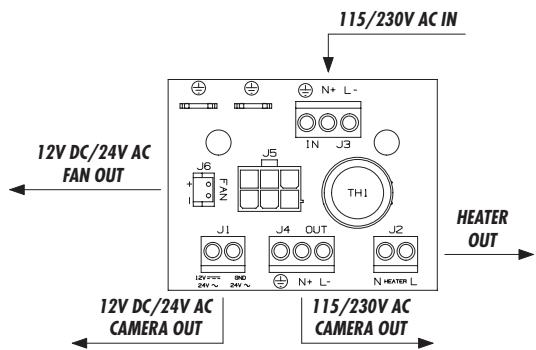

Fig. 6
2. Die elektrischen Anschlüsse für den Betrieb der Kühlanlage an der Klemme J3 vornehmen (Fig. 6).
3. Im Schaltkreis besteht die Möglichkeit, die Speisung für eine Videokamera an der Klemme mit der Bezeichnung J4 abzugreifen (Fig. 6). Man kann auch die Speisung für die als Extra erhältliche Beheizungsanlage abgreifen, die Klemme ist mit J3 gekennzeichnet (Fig. 6). Siehe hierzu den Abschnitt zur "Installation der Heizung".